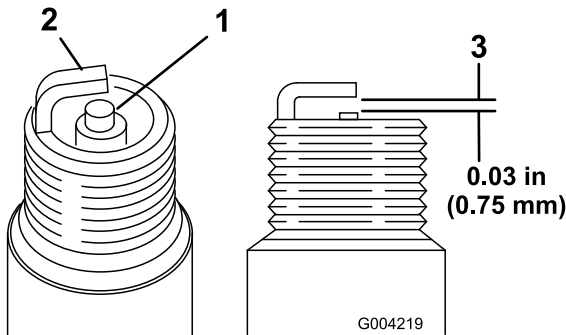

Figura 41
1. Mire la parte central de ambas bujías (Figura 41). Si se observa un color gris o marrón claro en el aislante, el motor está funcionando correctamente. Si el aislante tiene un recubrimiento negro, significa que el limpiador de aire está sucio.
2. Compruebe la separación entre los electrodos central y lateral (Figura 41).
3. Si la distancia no es correcta, doble el electrodo lateral (Figura 41).